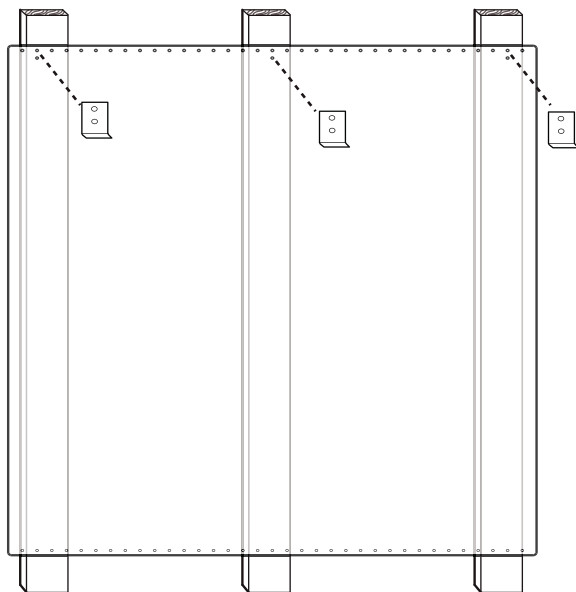

Figure 15 : Dossier de protection avec étagère garde-chaud
3. À l'endroit indiqué sur la *Figure 15* fixez les supports inférieurs fournis avec l'étagère garde-chaud à travers le dossier de protection, dans les montants de cloison.